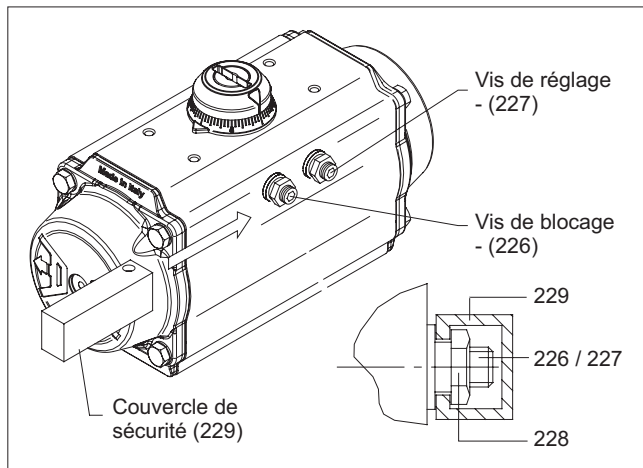

Figure 22.
- A. Insérez le couvercle de sécurité (229) entre les écrous spéciaux (228) et la rondelle (03) comme indiqué à la (Figure 22).
- B. Insérez ensuite le cadenas (230) dans l'orifice du couvercle de sécurité et verrouillez-le.
6. COMMANDE PRIORITAIRE MANUELLE DÉBRAYABLE (DO)